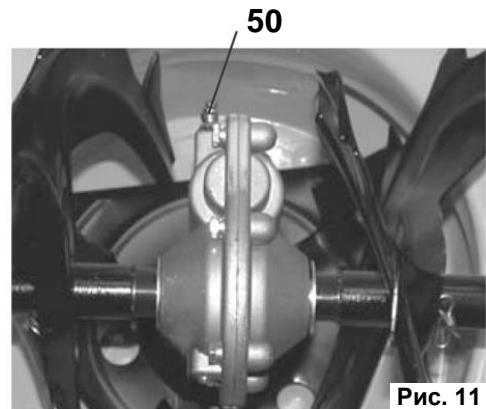

Рис. 11
- Очистите поверхность около сливной пробки (46)(См. Рис.11).
- Выкрутите штуцер (50)(См. Рис.11), и используя шприцеватель (в комплект не входит) закачайте около 100 г густой смазки в редуктор.